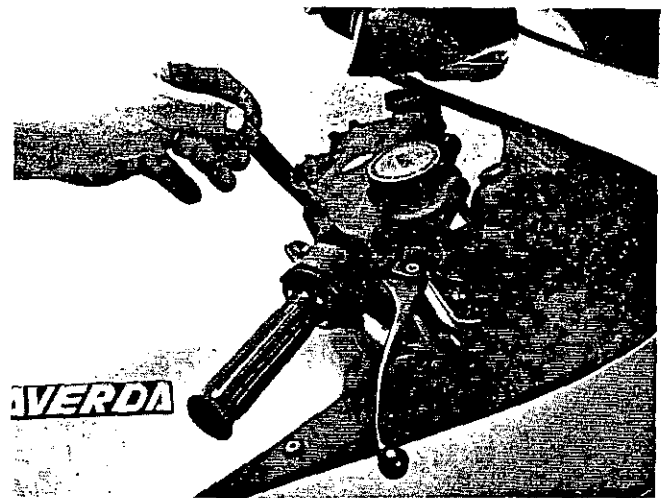

Fig. 37
3. Regolazione appropriata delle leve dei freni anteriori e posteriori: il loro gioco libero deve essere da 0,10 a 0,30 mm. Usare la vite di regolazione e uno spessore tra il pistoncino della pompa e la leva del freno (Fig. 37)
3. Adjustment of front and rear brake levers. Their free travel should be between 0.10 and 0.30 mm. Use the adjusting screw and a feeler gauge between the master cylinder plunger and brake lever (Fig. 37).